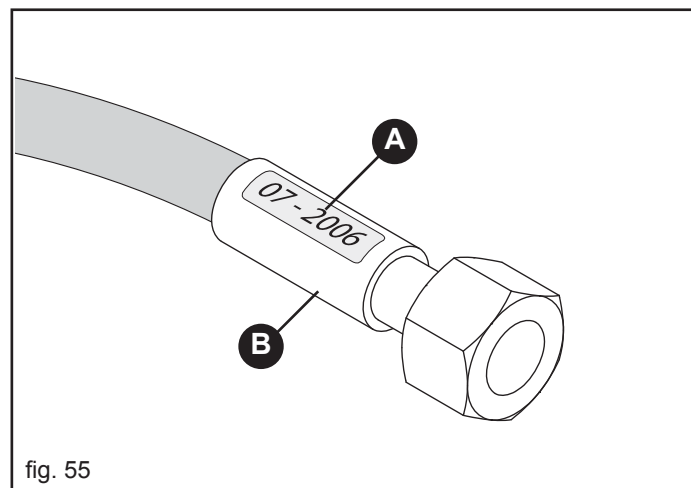

fig. 55
- perdite in prossimità dell'armatura del tubo (B, Fig. 55);
- corrosione dell'armatura (B, Fig. 55);
- superati i 5 anni dalla produzione (A, Fig. 55).